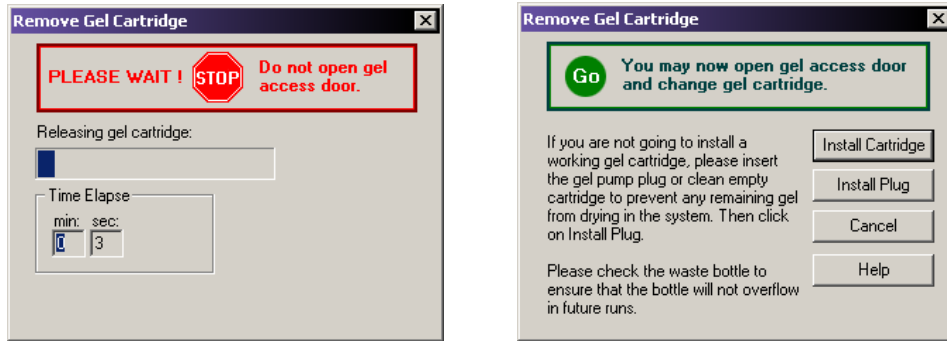

图 3.49 拆卸凝胶盒对话框
10. 在 Remove Gel Cartridge（拆卸凝胶盒）对话框中（图 3.49）：